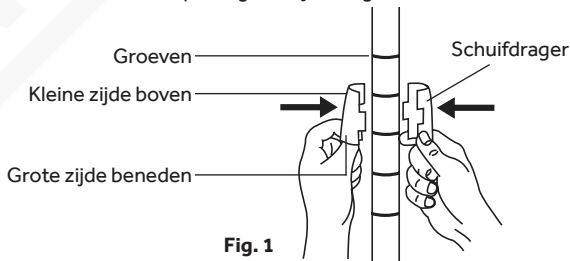

Fig. 1
3. Bevestig de drager aan de paal op de gewenste positie [fig. 1].